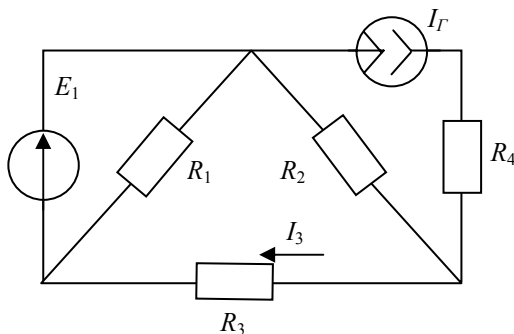

Рис. 3.22
3.2.10. Методом наложения определить ток  $I_3$  в цепи (рис. 3.22), где  $E_1 = 60$  В,  $I_r = 6$  А,  $R_1 = R_2 = R_3 = 3$  Ом,  $R_4 = 6$  Ом.